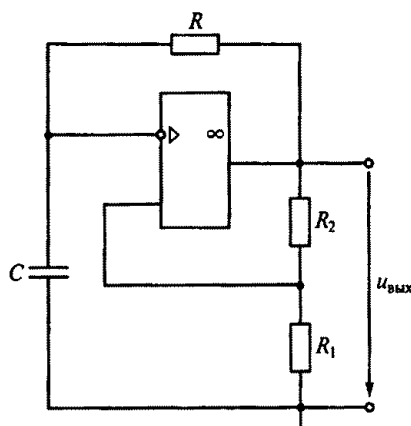

Рис. 215
8.43. Какие элементы входят в состав мультивибратора на операционном усилителе (рис. 215)? (Указать неправильный ответ.)
8.44.Р. Какие параметры мультивибратора (см. рис. 215) определяют период следования его прямоугольных импульсов?